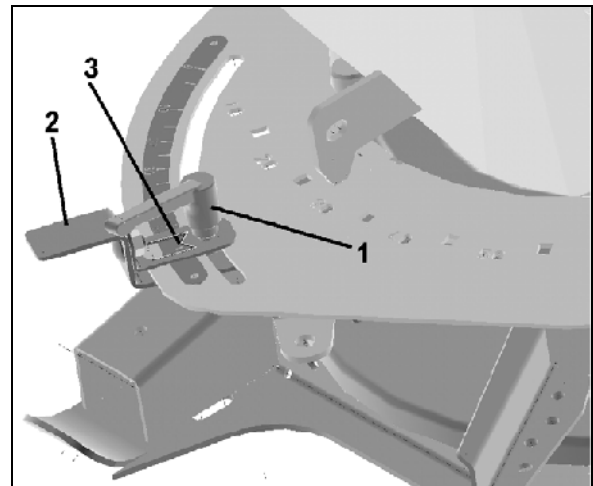

Fig. 36
1. Verstellhebel (Fig. 36/1) lösen.
2. Schieber (Fig. 36/2) so einstellen, dass der Zeiger (Fig. 36/3) auf den gewünschten Wert der Skala steht.